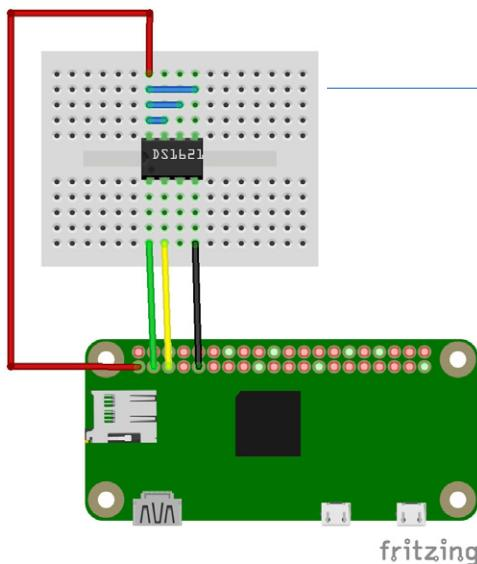

Figure 2. Schéma de connexion du DS1621 au Raspberry Pi Zero W.
Il est temps de connecter le capteur de température DS1621 au Raspberry Pi comme le montre la **figure 2**.
12. Connectez le Raspberry Pi au DS1621 selon notre schéma dans la **figure 2**.